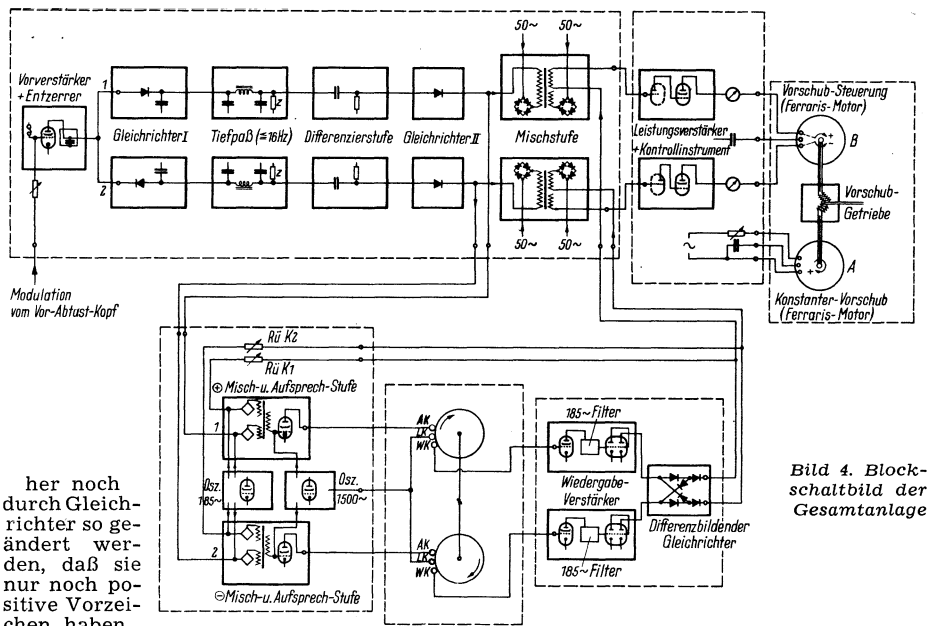
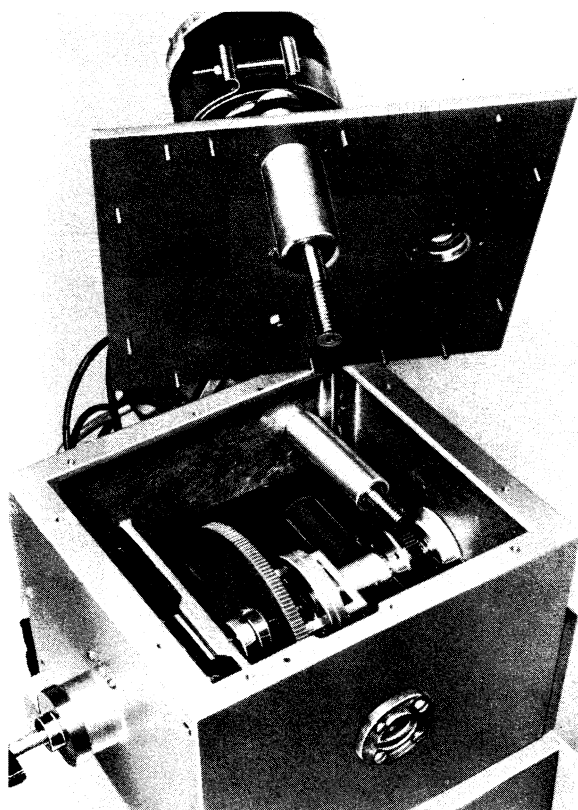

Bild 4. Blockschaltbild der Gesamtanlage
Bild 7. Differentialgetriebe (Vorschubgetriebe)
Bild 4 erläutert die Gesamtanlage. Rechts sind zwei Motoren A und B angedeutet. Motor A bewegt die Schneiddose mit gleichbleibender Geschwindigkeit zum Plattenmittelpunkt; er bewirkt den Nullrillenvorschub. Dieser konstanten Drehung des Motors überlagert sich über ein Differentialgetriebe (Bild 7) die Drehung des Motors B, dessen Steuerung durch den Leistungsverstärker vorgenommen wird. Dieser Motor ist in Ruhe, solange sich die abgetastete Lautstärke nicht ändert; wird sie größer, so wird der Schneid-dosenvorschub vergrößert — und umgekehrt. Vorgelege passen den Vorschub an die gewünschte Umdrehungszahl der fertigen Platte an (78, 45, 33¹/₃ U/min).
Wie Bild 4 außerdem erkennen läßt, werden die differenzierten und gleichgerichteten Impulse von beiden Kanälen zum Speicher abgezweigt und hier nach Modulation mit einer gut aufzuzeichnenden Frequenz zur Magnetisierung zweier kreisförmiger Magnetfolien be-
gewonnen und additiv mit der Vormagnetisierungsfrequenz (1500 Hz) gemischt. Die entstandene Wechsellspannung wird den beiden Aufsprechköpfen (AK in Bild 4) zugeführt.
B) Speichermechanik: Wir erwähnten, daß die positive Verlagerung der Rille bei jeder Umdrehung etwas früher und die negative etwas später beginnen muß, anderenfalls laufen die Rillen in den Verlagerungsflanken ineinander. Man erreicht dies durch eine Beschleunigung der Rotationsgeschwindigkeit der mit den positiven Verlagerungsimpulsen beschriebenen Folie gegenüber der anderen. Im Mittel ist die Laufzeit der Folie zwischen den jeweiligen Aufsprech- und Wiedergabeköpfen (AK und WK in Bild 4) gleich der Umlaufzeit der zu schneidenden Schallplatte. Hiervon unterscheiden sich die Laufzeiten beider Magnetfolien um + 5 % bzw. - 5 %. Das heißt aber nichts anderes, als daß eine Verlagerungsstrecke sich nach höchstens zehn Umdrehungen bis auf einen Umfang verlängert und dann mit ihrer ansteigenden Flanke auf die abfallende stößt.